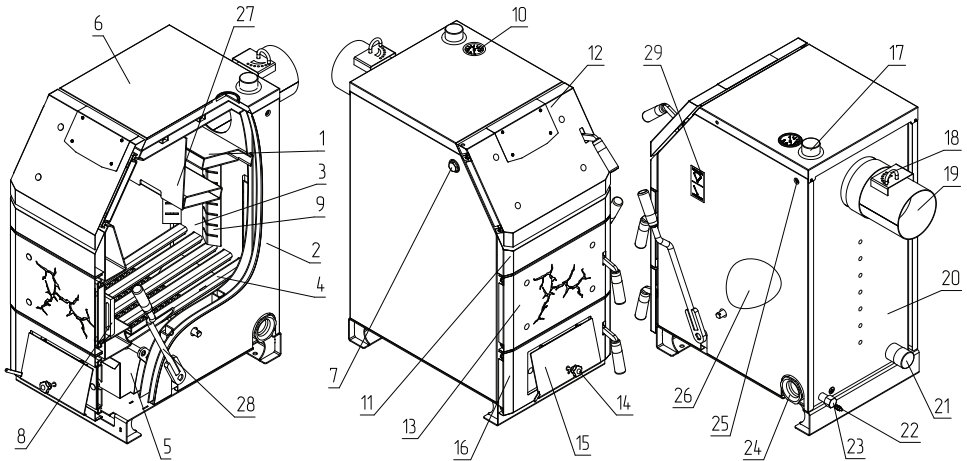

Рис.1 Устройство котла ZOTA Lava
- Эксплуатировать котел без установленного зольного ящика (**Рис.1, поз.5**);
- Эксплуатировать котел без установленной заслонки (**Рис.1, поз.27**);
- Установка блоков ТЭН происходит в нижней части котла вместо заглушки (**Рис.1, поз.24**);
- Блок ТЭН подключают к электрической сети через панель управления ПУ ЭВТ-И1, которая позволяет изменять мощность нагревательного элемента тремя ступенями и поддерживать заданную температуру теплоносителя в системе отопления и воздуха в помещении. Возможно подключение панели управления как от однофазной, так и от трехфазной сети переменного тока. Датчик температуры панели управления устанавливается в гнездо (**Рис.1, поз.25**) на боковой стенке котла.